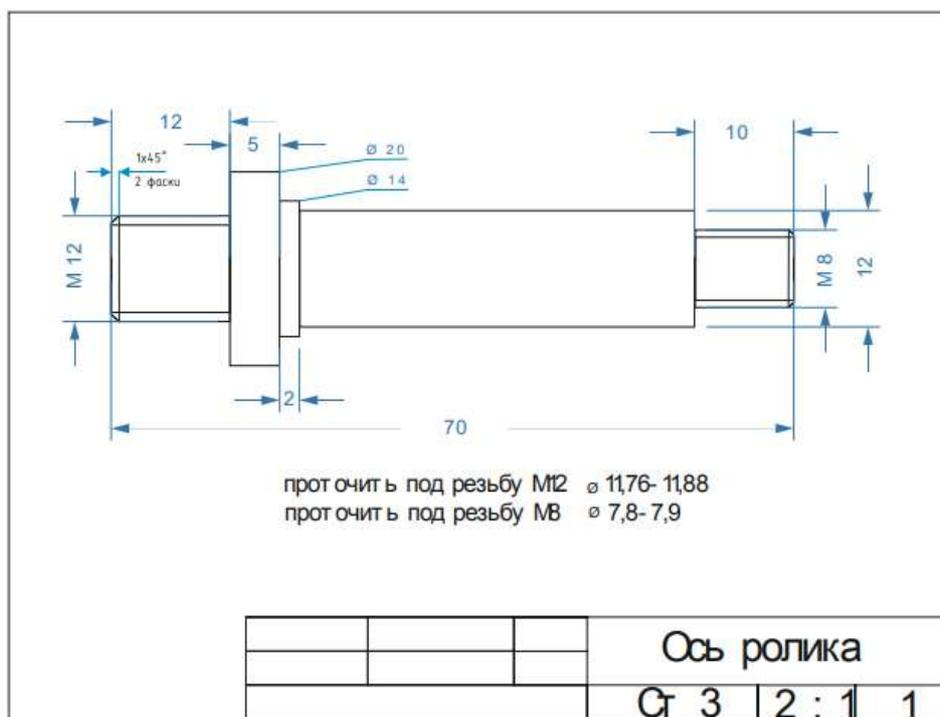

Рис. 1. Чертеж Ось ролика
2. По чертежу изготовить ось ролика (рис. 1).